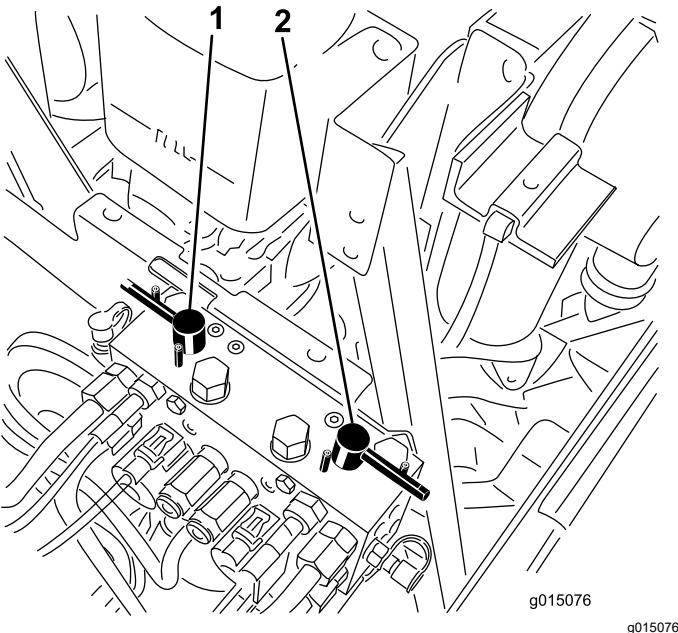

Bild 81
4. Wählen Sie entweder den vorderen, hinteren oder beide Läpphebel aus, um festzulegen, welche Geräte geläppt werden (Bild 81).